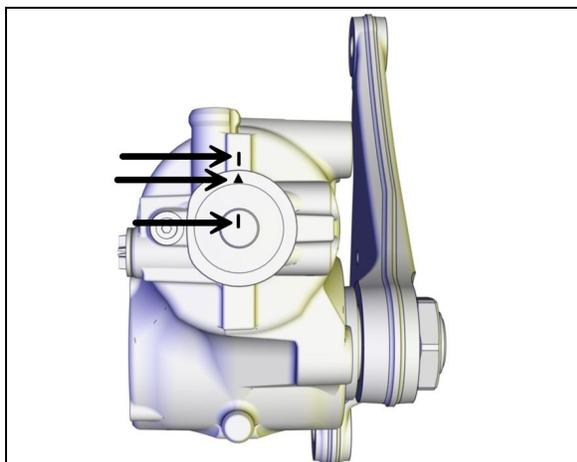

FIGURE 38: REPERES SUR L'ARBRE D'ENTREE, LE COUVERCLE ET LE BÂTI
2. Aligner les repères de l'arbre d'entrée du boîtier de direction (Figure 38).